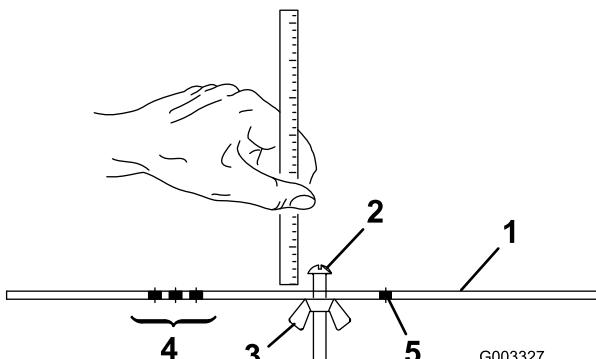

Figura 23
- Allentate il dado sulla barra di riferimento (Figura 23) e regolate la vite di regolazione secondo l'altezza di taglio desiderata. La distanza tra l'estremità inferiore della testa della vite e la parte frontale della barra corrisponde all'altezza di taglio.